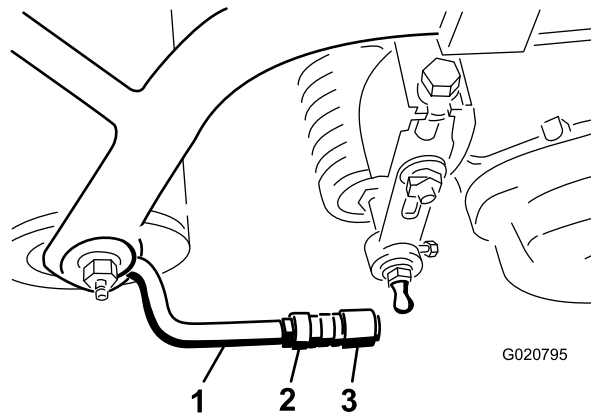

Figure 9
5. Alignez les douilles des rotules de sorte que le côté ouvert soit centré vers la sphère. Serrez les contre-écrous pour fixer les douilles de rotules en position (Figure 9).